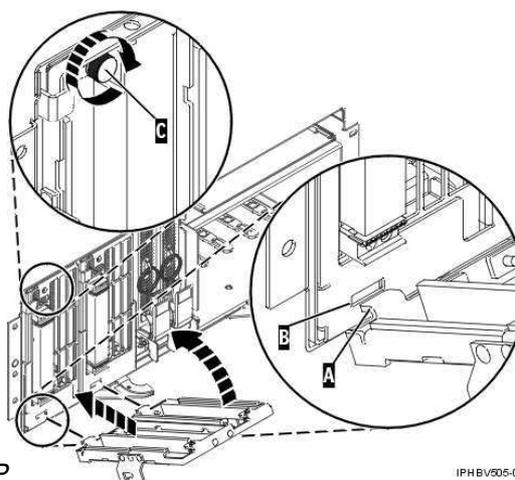

Figure 3. Installation du taquet du câble SMP
8. Alignez le taquet A du câble SMP avec la fente B, puis poussez le taquet pour bloquer le bloc processeur système (voir Figure 3). Serrez les boutons de verrouillage C pour les placer en position verrouillée.